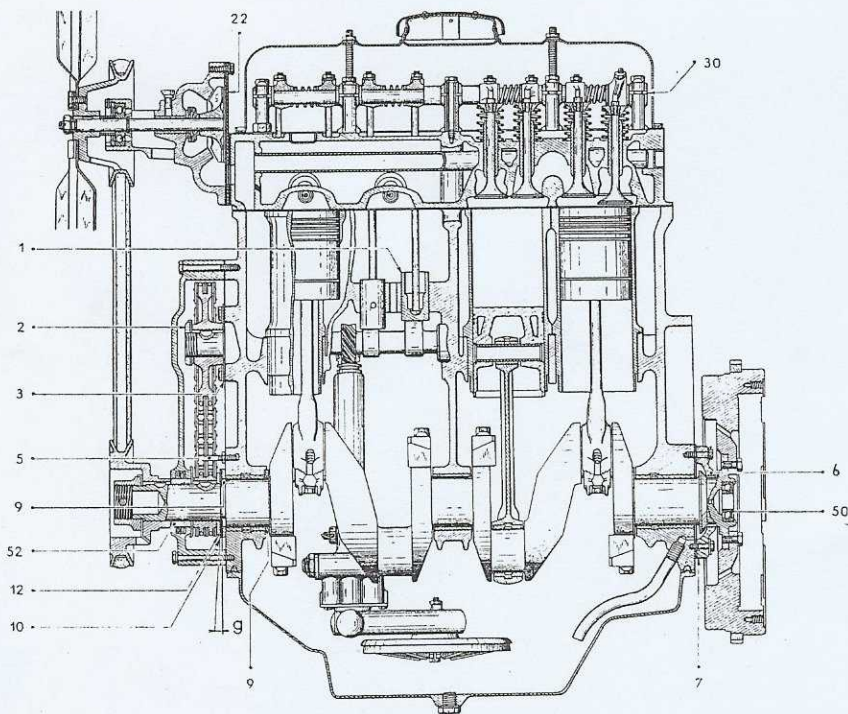

Fig. 12. — Coupe longitudinale du moteur PUD 11
- Mettre en place la bague (52) (figure 12) sur le bout AV du vilebrequin.